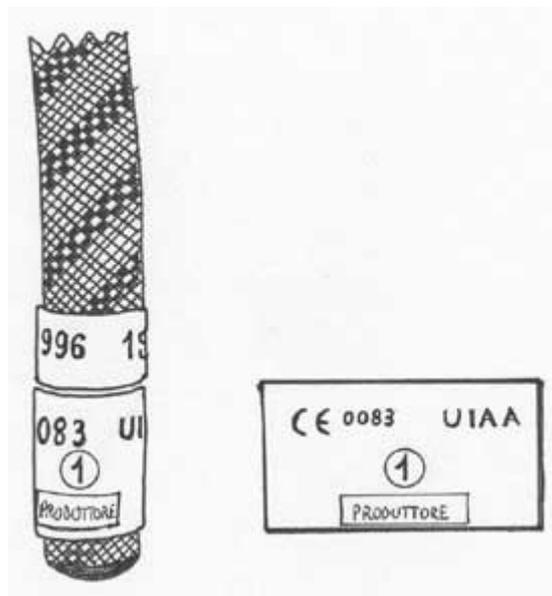

Fig. 2
A partire dal '97 la situazione è cambiata; per evitare errate interpretazioni da parte dei fabbricanti, particolarmente, sul significato dell'anno da inserire nelle marcature si è deciso di eliminarlo. Resterà dunque la sigla CE seguita dal numero di identificazione (ID) del "Notified Body" che ha eseguito o esegue il controllo. Nel primo caso si tratta di un Notified Body che si limita ad eseguire le prove di laboratorio necessarie per verificare la rispondenza alle norme dei materiali (procedura valida solo per i PPE che rientrano in CAT 2). Nel secondo caso si tratta di un Notified Body che mantiene sotto controllo la fabbrica, eseguendo o facendo eseguire prove di laboratorio sui prodotti con una frequenza da esso stesso decisa (procedura valida per i PPE che rientrano in CAT 3). I due Notified Body possono coincidere se si tratta di un Ente che possiede sia il laboratorio di misura che lo staff di tecnici capaci di svolgere il Controllo di Qualità della Produzione (vedi fig. 2; 0083 = numero dell'istituto o del laboratorio che rilascia il certificato di conformità - 1 = simbolo della corda semplice - produttore = il nome del fabbricante).
Nulla osta a questo; la cosa significa che il produttore si rivolge anche a mercati non europei. Potrà anche significare, se nel futuro le norme UIAA e CEN saranno in qualche modo diverse, che il materiale, preso in esame, soddisfa entrambe (vedi fig. 2 e 4).